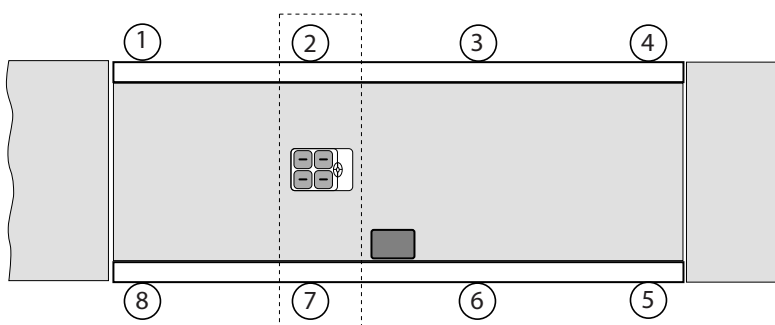

Figura 8-5. Recorte de las secciones emparejadas 2:7, 3:6 y 4:5
2. Mueva el carro de pesas directamente sobre la siguiente sección de celdas emparejadas (2, 7 en la Figura 8-5) y registre la lectura del indicador.
- Repita esto para las dos últimas secciones emparejadas (celdas 3, 6, y 4, 5 en la Figura 8-5)